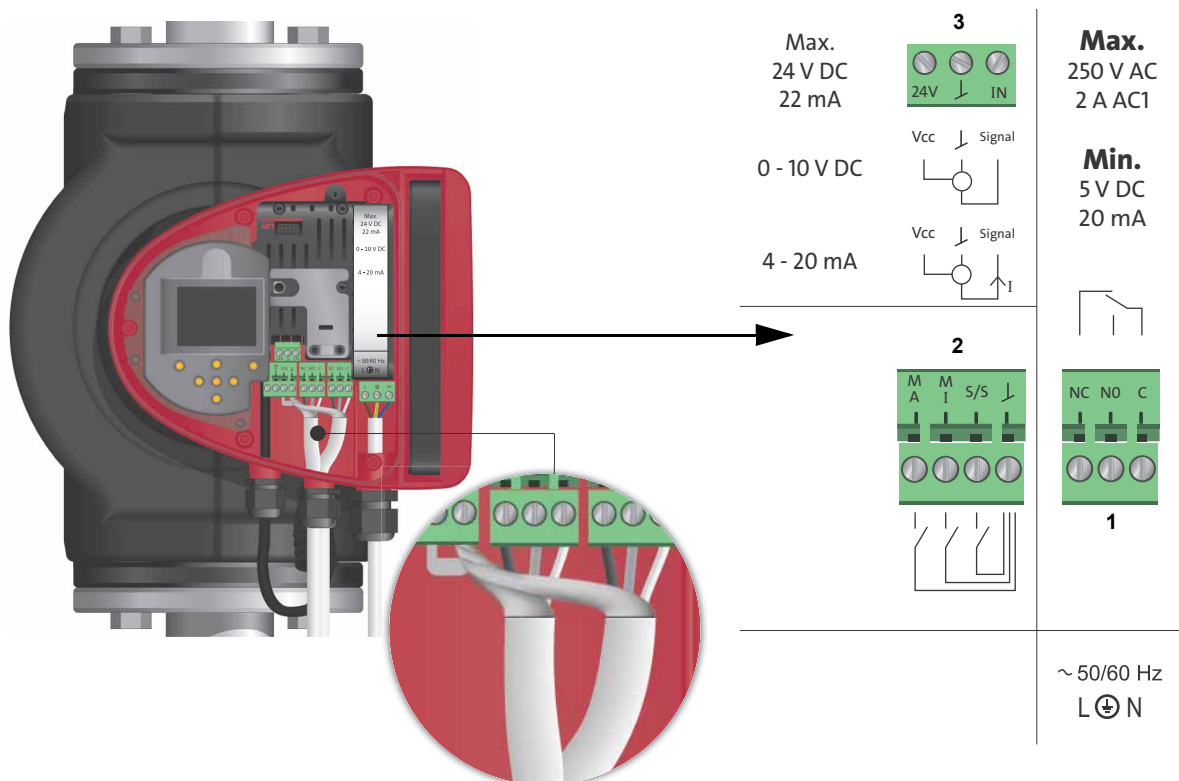

Fig. 22 Forbindelsesdiagram, klemmetilsluttede udførelser
Se fig. 22, pos. 1.
Se fig. 22, pos. 2.
Se fig. 22, pos. 3.